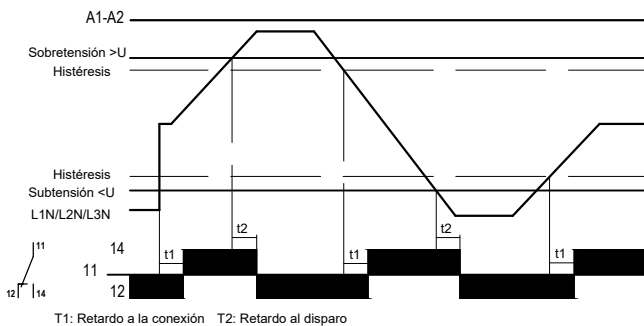

Fig. 1
**Subtensión (<U) - Sobretensión (>U):** Todos los modelos permiten configurar el intervalo de tensiones de operación normal y los umbrales de disparo (Fig. 1).